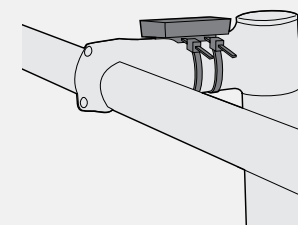

Figura 17. Base sobre tija.
2. Coloque la base del ciclómetro en la potencia con el orificio del tornillo orientado hacia la parte trasera de la bicicleta (figura 17).